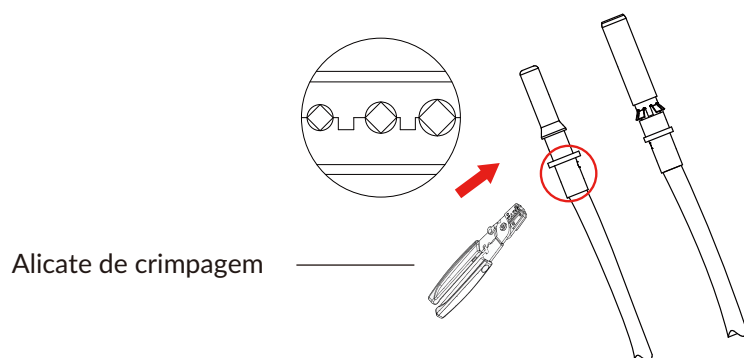

Figura 5.4 Prenda o pino de contato no fio
- b. Crimpagem dos terminais metálicos com alicate de crimpagem conforme figura 5.4.